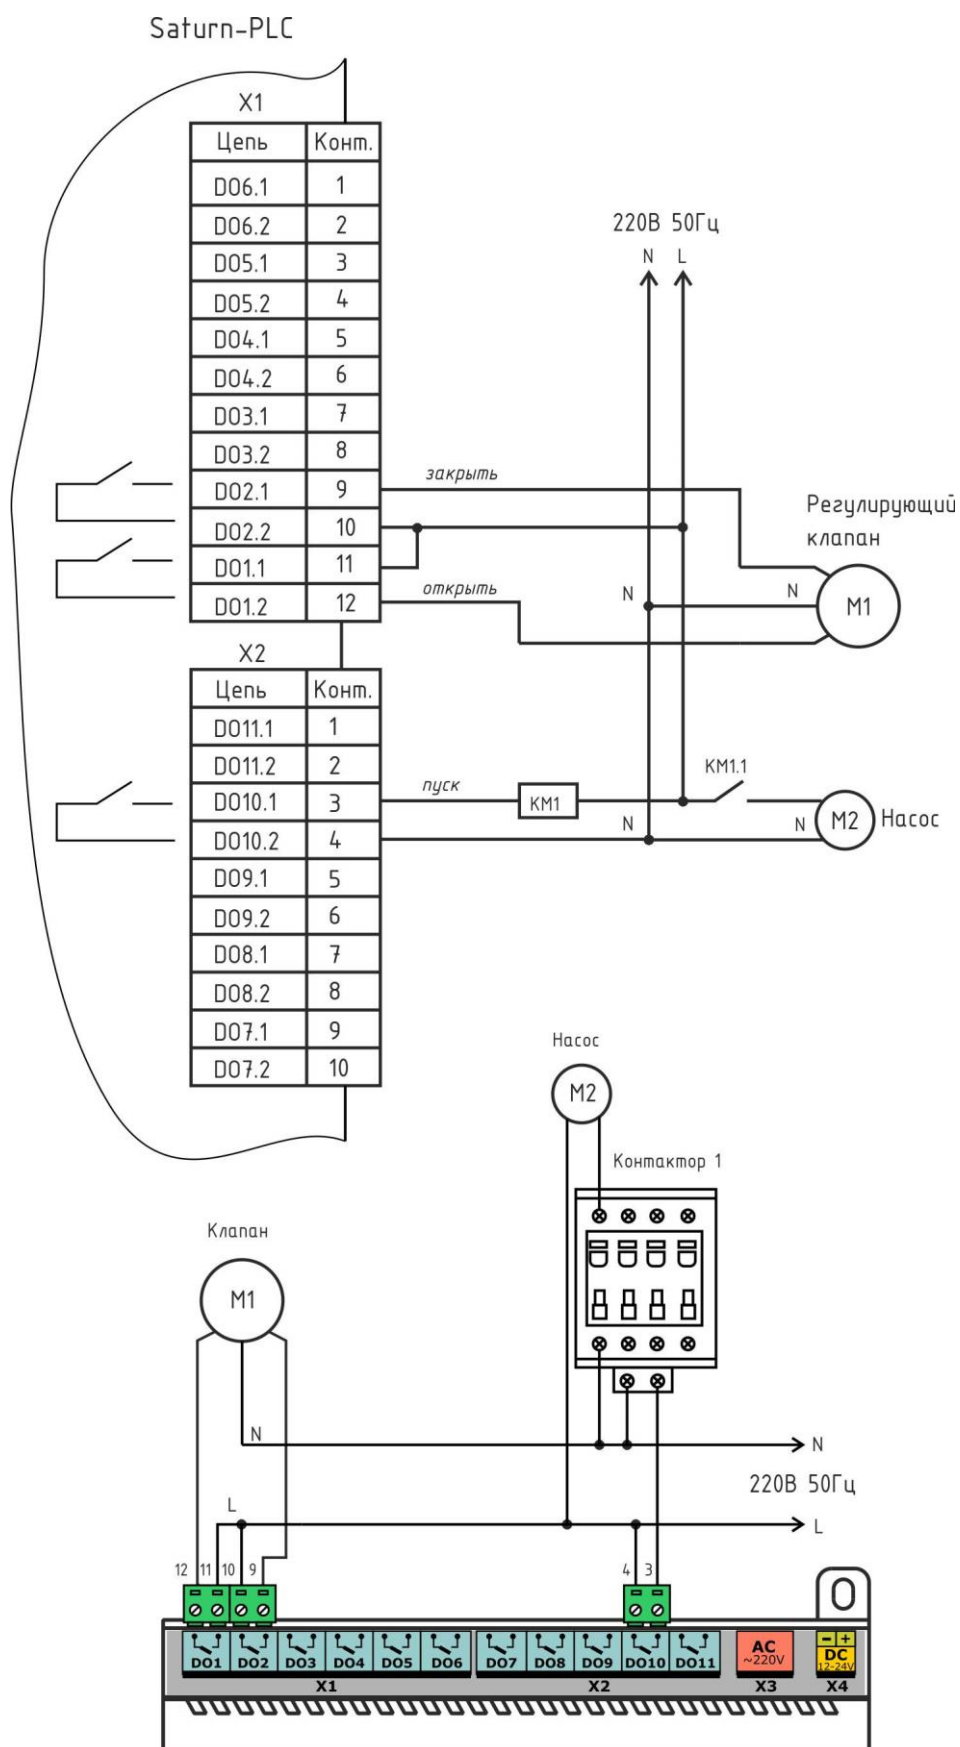

Рисунок 8 – Подключение дискретных выходов 1А 250В
22. Подсоединить к ответным частям клеммных соединителей разъемов X1 и X2 «под винт» проводники цепи управления катушками магнитных контакторов (рисунок 8). Контактors, как правило, располагают в том же шкафу, что и контроллер. Рекомендуемый тип провода ПуГВ сечением $0,5\ \text{мм}^2$ для цепи катушки контактора.